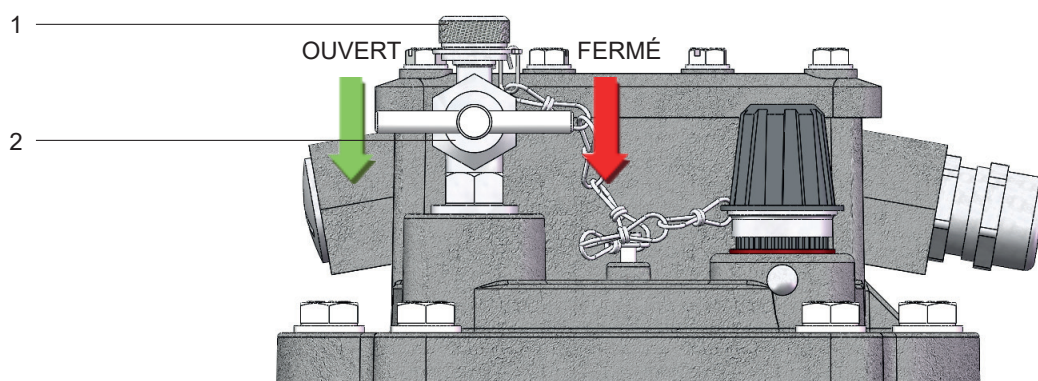

Fig. 4 – Vanne de purge d'air
- desserrer le petit écrou borgne (Fig. 4/ n° 1) de la vanne de purge d'air (Fig. 4/ n° 2)